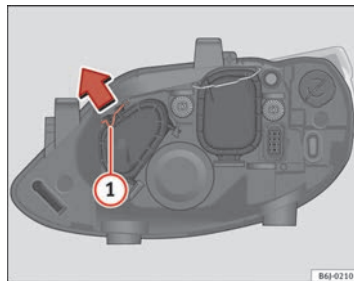

Abb. 149 Standlicht
- Verschieben Sie die Strebe ① in Pfeilrichtung und nehmen Sie den Deckel ab ⇒ Abb. 149.